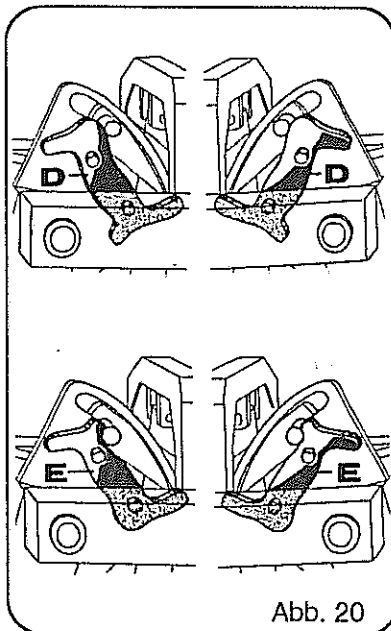

Abb. 20
- Stellstücke sind entsprechend der Pos. D (Abb. 20) eingebaut.
- Stellstücke im Bild 20 können zum besseren Finden der Breite des Mittelschwades entsprechend der Pos. E eingebaut werden.